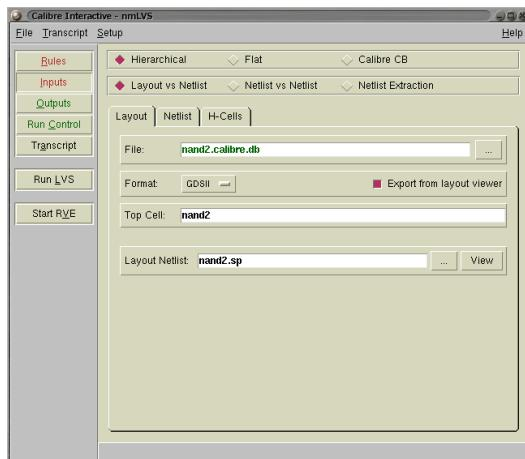

図 22: Calibre Interactive nmLVS 起動画面
4. 図 22 に示すウィンドウが立ち上がるるので、左の Rules ボタンをクリックし、LVS Rules File に LVS ルールファイルとして /usr1/iizuka/cadence/ROHM018/rules/verification/lvs.rul が指定されていることを確認する。
11. レイアウトを修正したら、再度図 22 のウィンドウで Run LVS ボタンをクリックすると、LVS が再実行される。